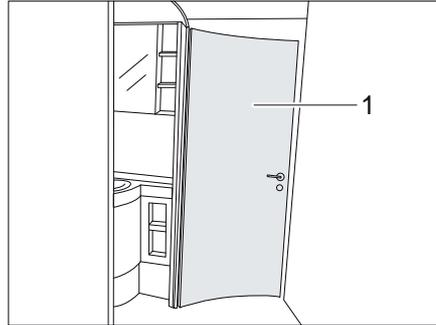

Fig. 147 Cabina bagno
La porta della zona toilette (Fig. 147,1) può essere bloccata, a seconda dell'equipaggiamento, in 1-3 angoli di apertura diversi per formare una cabina bagno. A seconda dell'angolo di apertura scelto, vengono collegate tra loro diverse parti dell'ambiente.
- ▷ La porta della zona toilette (Fig. 147,1) non deve essere utilizzata come elemento divisorio durante la marcia. Portare la porta in posizione di base (zona toilette isolata).